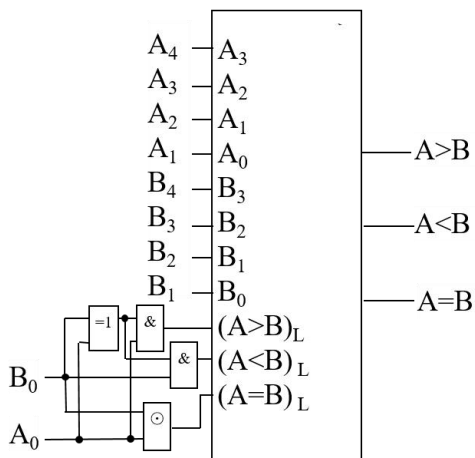

图 7
分析如图 7 所示，利用 74LS85 实现的逻辑电路，要求：
- (1) 写出  $(A<B)_L$ 、 $(A=B)_L$ 、 $(A>B)_L$  三个级联输入端的表达式；
- (2) 说明图 7 所示电路实现的逻辑功能，写出分析理由。